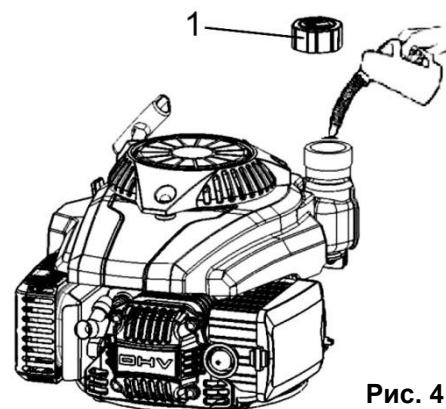

Рис. 4
- Окрутите крышку топливного бака (1)(См. Рис.4). Проверьте уровень топлива.
- Открутите топливную крышку (1)(См. Рис.4). Аккуратно залейте в топливный бак бензин.